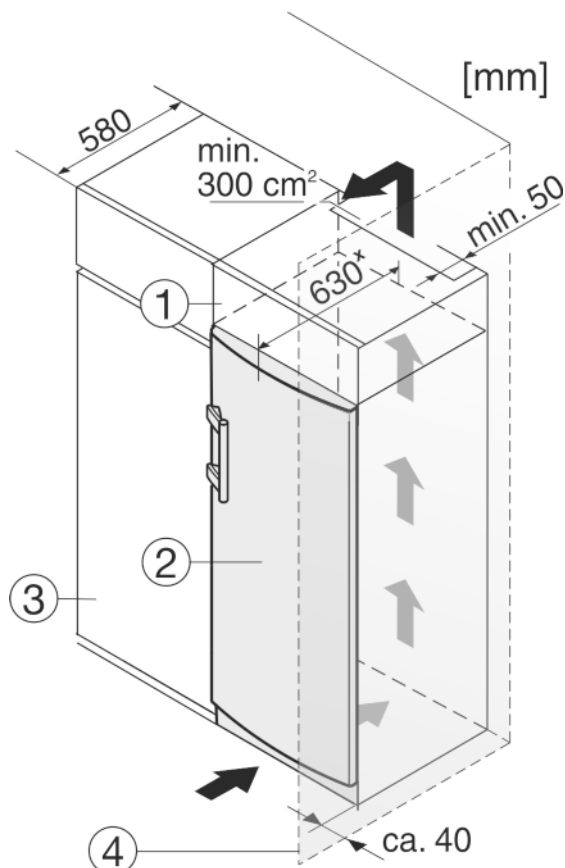

Fig. 9
(1) Nastavná skříňka
(2) Přístroj
(3) Kuchyňská skříň
(4) Stěna
Zařízení lze zabudovat do vybavení kuchyně. K vyrovnání přístroje Fig. 9 (2) na výšku kuchyňské linky lze na přístroj nasadit odpovídající nástavec Fig. 9 (1).
Při montáži do kuchyňských skříní (hloubka max. 580 mm) lze přístroj instalovat hned vedle kuchyňské skříně Fig. 9 (3). Přístroj přesahuje přední stěnu kuchyňské skříně na stranách o 34 mm a uprostřed o 50 mm.
Když se přístroj instaluje závěsy vedle stěny Fig. 9 (4), musí být vzdálenost přístroje od stěny alespoň 40 mm. To odpovídá přesahu madla při otevřených dveřích.